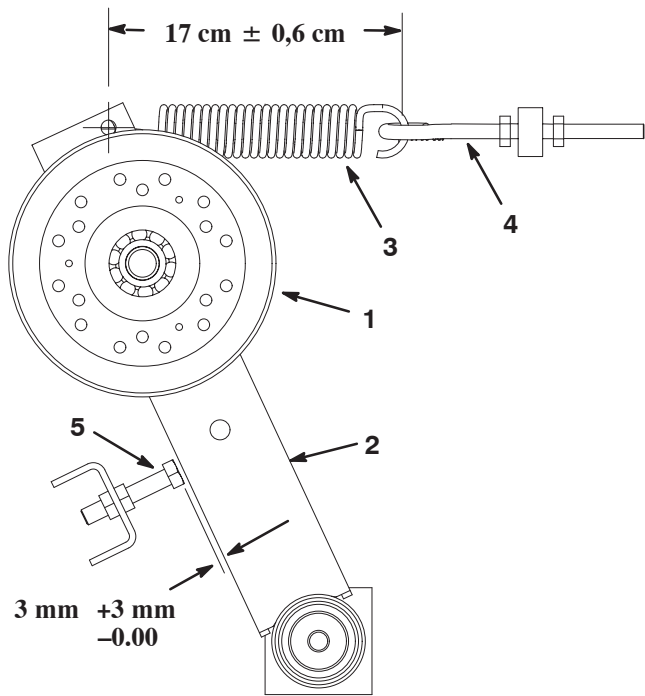

Bild 70
14. Ziehen Sie die vorderen Spannscheiben (Bild 70) folgendermaßen an: